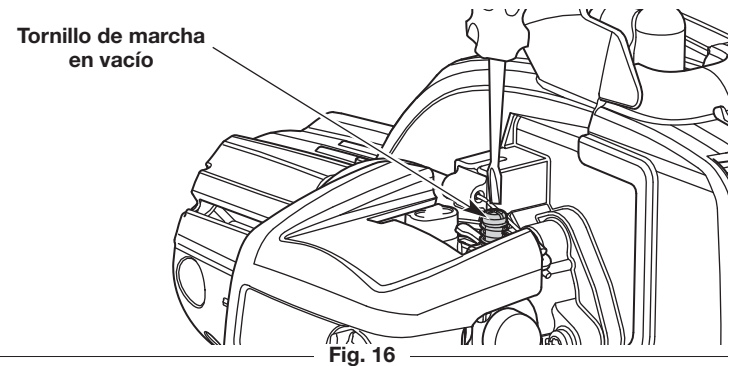

Fig. 16
- Si el motor se para, use un destornillador Phillips pequeño para girar el tornillo de velocidad de ralentí en el sentido de las agujas del reloj, 1/8 de giro cada vez (según sea necesario) hasta que el motor funciona al ralentí de manera uniforme (Fig. 16).
- Si el motor funciona al ralentí demasiado rápido, gire el tornillo de velocidad de ralentí en el sentido contrario de las agujas del reloj, 1/8 de giro a la vez (según sea necesario) para reducir la velocidad de ralentí (Fig. 16).